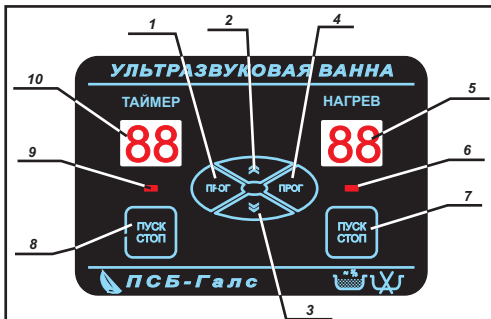

Рисунок 3
6.9. На цифровой панели управления изделия (рисунок 3) установить параметры:
- √ температура моющей жидкости 4 (рисунок 3);
- √ время работы изделия 1 (рисунок 3).
Текущие параметры высвечиваются на световом табло 5 и 10 (рисунок 3) под надписями "Нагрев" и "Таймер" соответственно. Изменение параметров производится последовательным нажатием кнопок:
- √ 1 или 4 "ПРОГ" (рисунок 3) для включения режима программирования параметров таймера или термостата соответственно;
- √ 2 "▲" или 3 "▼" (рисунок 3) для увеличения или уменьшения значения программируемых параметров соответственно.
нажать кнопку "Пуск/Стоп" 7 (рисунок 3), при этом загорится световой индикатор работы нагревателей 6 (рисунок 3).